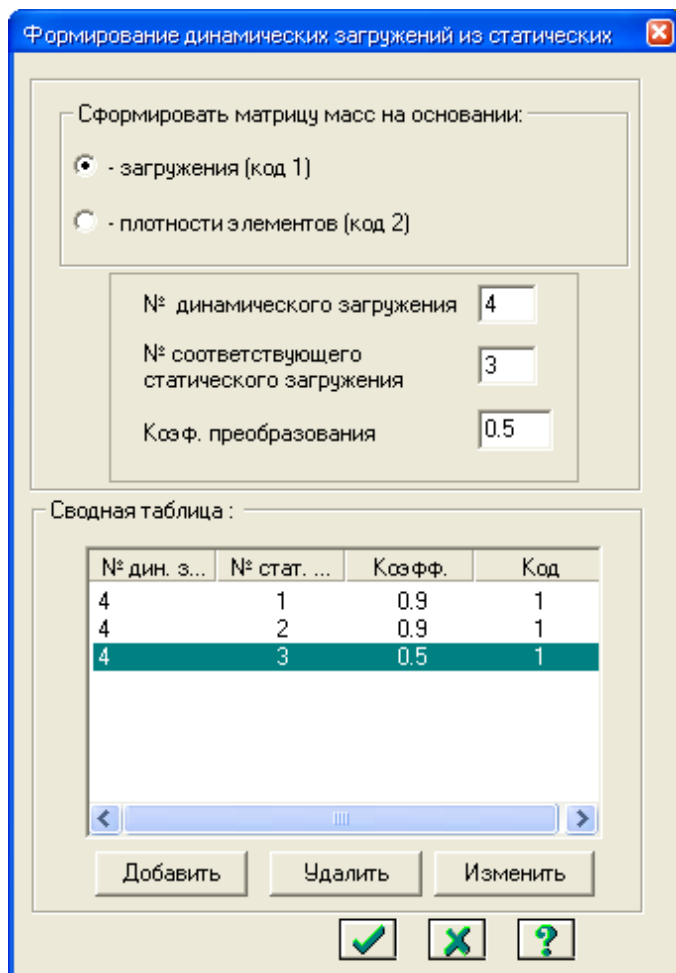

Рис.4.22. Диалоговое окно **Формирование динамических нагрузок из статических**
- Вызовите диалоговое окно **Формирование динамических нагрузок из статических** (рис.4.22) с помощью меню **Нагрузки** ⇒ **Динамика** ⇒ **Учет статических нагрузок**.